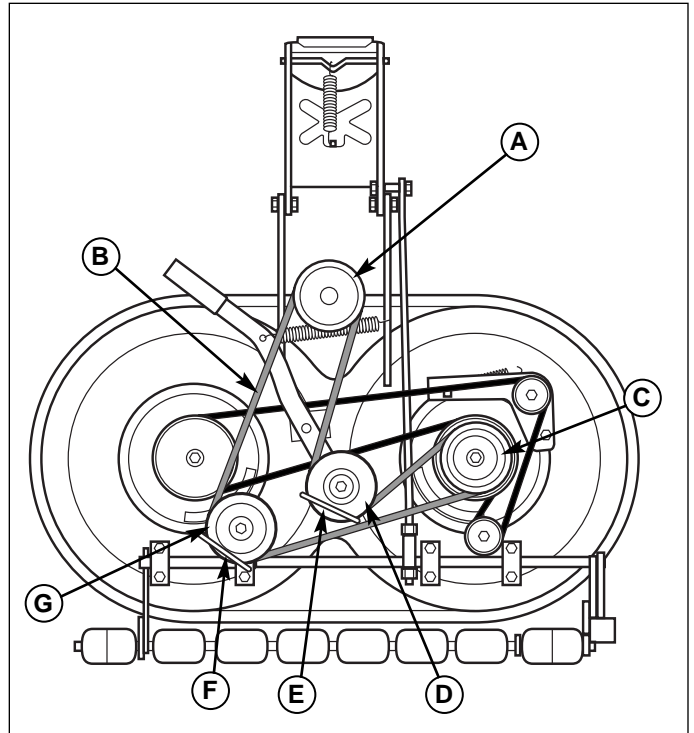

Abb. 45. Austausch Zapfwellenkupplungsriemen
3. Die Position der Leitrollen-Riemenführungen (E und F, Abb. 45) notieren, solange diese installiert sind. Die Leitrollen-Kopfschrauben lösen und den Riemen von den Leitrollen (D und G) nehmen.
4. Den neuen Riemen (B), wie in der Abbildung gezeigt, aufbringen. Wenn sich das Mähwerk am Traktor befindet verläuft der Riemen um die Zapfwellenkupplungs-Leitrolle (A), die Leitrolle hinten (D), die Mähwerk-Antriebsrolle (C) und Keilriemen-Leitrolle (G).